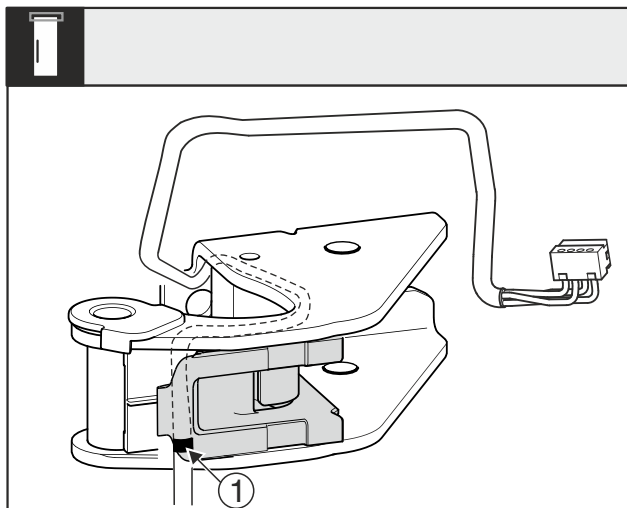

Fig. 32
- Marcajul central Fig. 32 (1) trebuie să se afle pe marginea suportului de cablu.